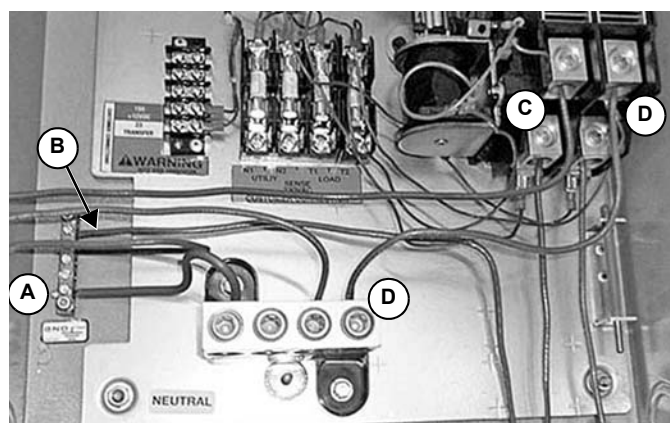

Рис. 2-8.
15. Подсоедините заземления питания генератора (зеленый/желтый, В) к имеющемуся блоку нейтрального соединения (рис. 2-8).
16. Подсоедините активный (под напряжением) коричневый провод (С) к верхней клемме внизу передаточного механизма (рис. 2-8).
17. Присоедините нейтральный (синий) провод к нейтральной клемме (рис. 2-8).
18. Подсоедините нейтральный синий провод (D) от нейтральной клеммы к верхней клемме внизу передаточного механизма. Удостоверьтесь, что вы соединили коричневый с коричневым, а синий с синим на соответствующих клеммах (рис. 2-8).